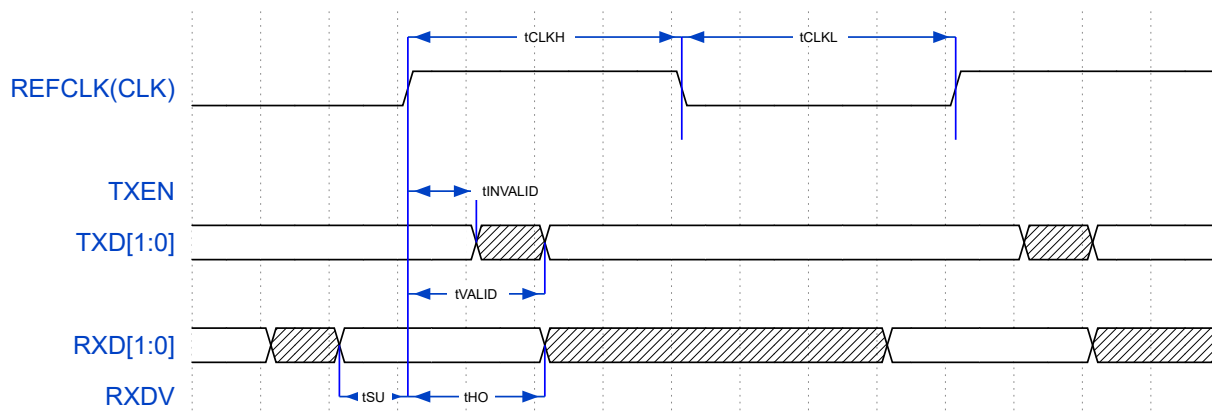

图 21: RMII 接口时序
4.17.1.1 RMII 接口 RMII 接口对应时序如图 21。